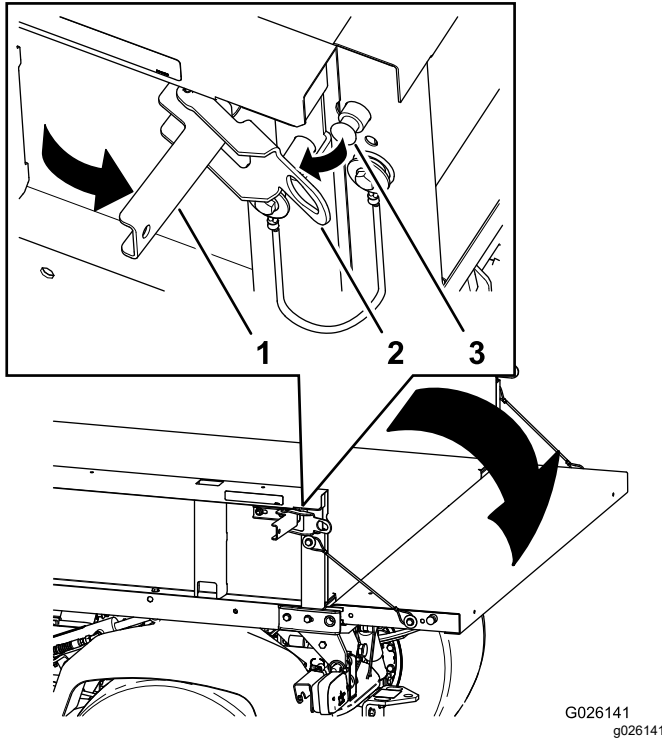

Figura 16
- Abra los enganches de los lados izquierdo y derecho de la plataforma de carga y baje el portón trasero (Figura 16).